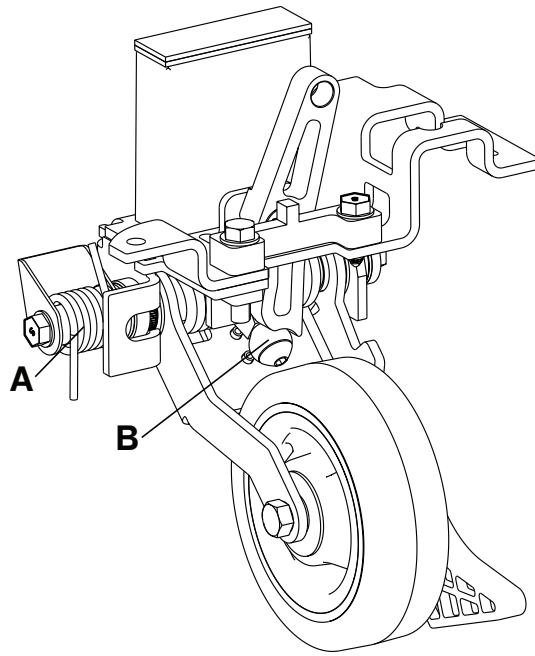

**Abbildung 22 – Schmierung des einziehbaren fünften Rades**
3. MPG-3-Schmiermittel auf der Feder (A) und der Rolle (B) auftragen (Abbildung 22).